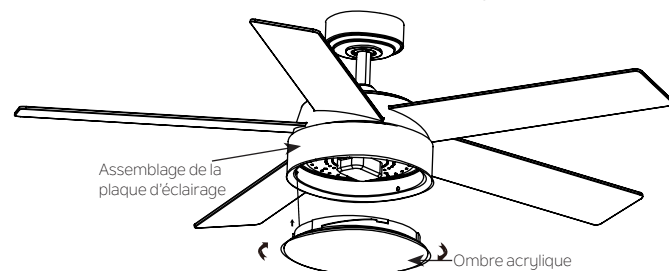

Fig. 23
Étape 3: Rassemblez soigneusement les connexions dans le kit d'éclairage. Fixez ensuite le kit d'éclairage sur l'assemblage de la plaque d'éclairage et serrez correctement avec les trois vis retirées à l'étape 1 (Fig 23).
Étape 4: Sécuriser l'ombre acrylique sur la plaque d'éclairage en tournant dans le sens horaire, tourner progressivement l'ombre acrylique jusqu'à ce que ça s'insère dans la plaque d'éclairage. Ne pas trop serrer (Fig 23).